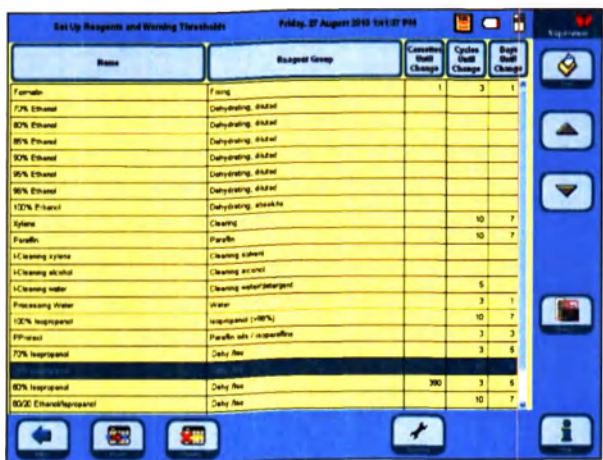

Рис. 136
- Откроется окно **SET UP REAGENTS AND WARNING THRESHOLDS** (рис. 136).